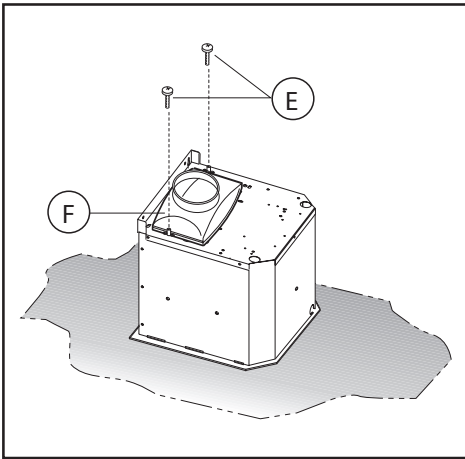

Fig.9
-Om din produkt är försedd med en anslutningsfläns, ska monteringen göras enligt Fig.9 innan kåpan monteras på stommen.
Ta fram anslutningsflänsen **F** och montera den på den övre delen av kåpan utsugningsenhet med 2 skruvar **E** (Fig.9).